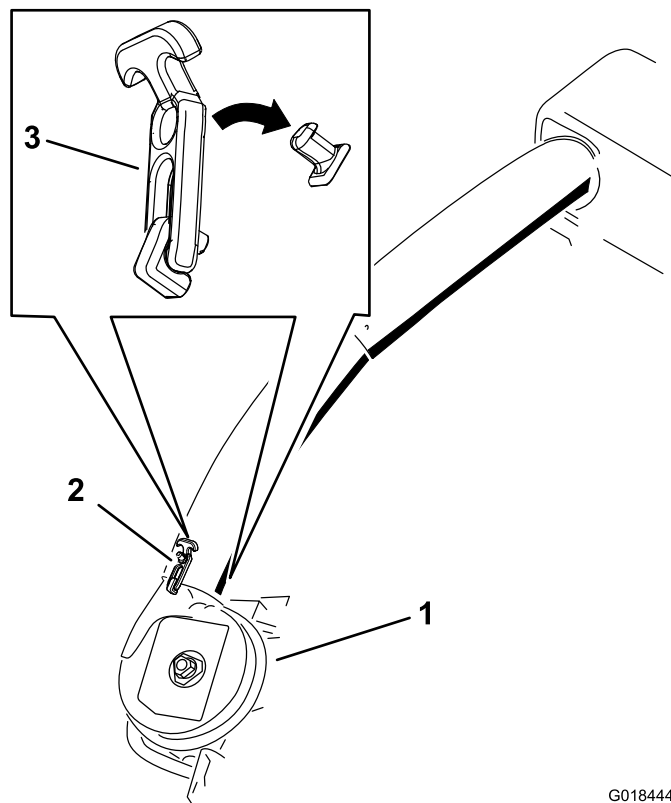

Figura 29
6. Utilice ambos cierres para sujetar el tubo inferior al conjunto del soplador (Figura 29).
21. Utilice ambos cierres para sujetar el tubo inferior al conjunto del soplador (Figura 29).